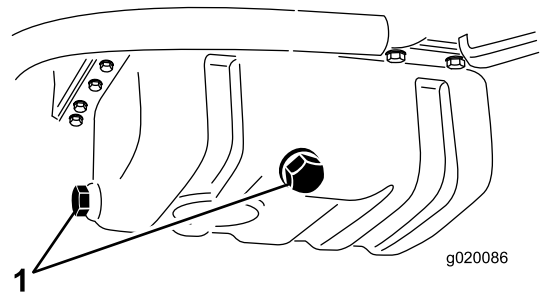

Figure 55
1. Enlevez un des bouchons de vidange (Figure 55) et faites couler l'huile dans un bac de vidange. Remettez le bouchon quand la vidange est terminée.